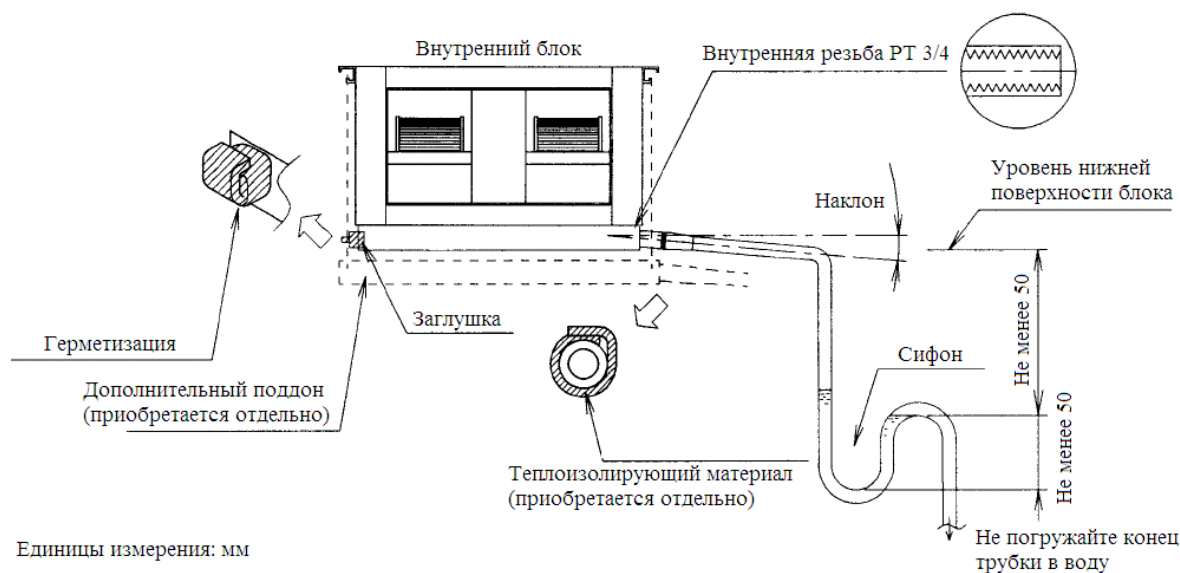

Рис. 11
- Смонтируйте систему в соответствии с Рис. 11.
- Дренаж осуществляется тем эффективнее, чем короче дренажная трубка. Начальный участок трубки должен иметь наклон. Фланец дренажной трубки внутреннего блока имеет внутреннюю резьбу РТ 3/4 (см. Рис. 11).
- После подключения дренажной трубки к блоку, оберните ее теплоизолирующим материалом по всей длине (см. Рис. 11).